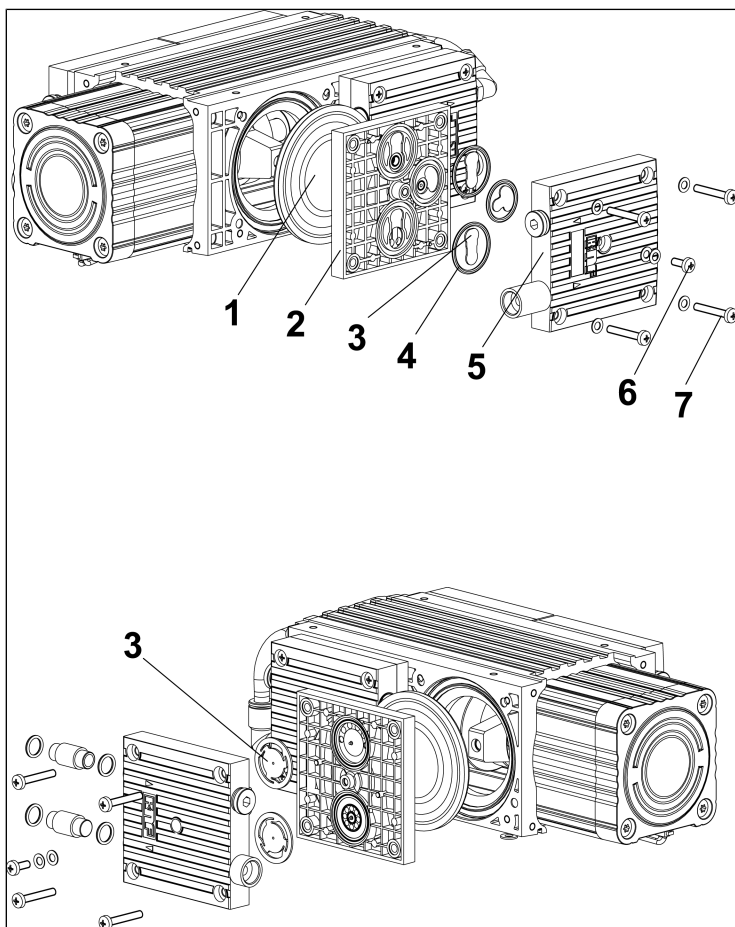

Fig.7: Vista esplosa
**vedere Fig. 7
7. Allentate le 8 viti di fissaggio esterne (7/Fig. 7) delle teste (1 e 2) e rimuovere le teste (1 e 2).
- Posizionare le teste 1 e 2 sulla carcassa della pompa e serrare a mano le viti di fissaggio (7/Fig. 7) in sequenza incrociata (coppia di serraggio: 3,5 Nm).